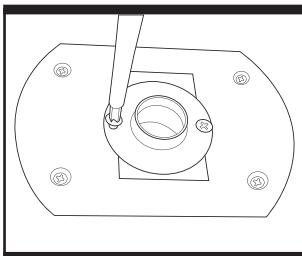

Fig. 11
8. USO DE LA CAMISA DE GUÍA (Fig. 11)